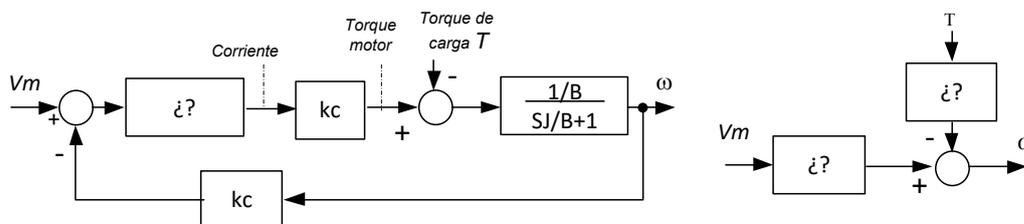

Figura 4: Diagramas de bloques aproximados para el motor
B.1. La Figura 4 corresponde al modelo simplificado del mismo motor, teniendo en cuenta que el polo eléctrico suele ser mucho más rápido que el mecánico, y entonces el primero puede considerarse como un bloque constante frente al segundo. La función de transferencia final del motor (simplificada) resulta de primer orden, con una constante de tiempo algo menor que la del polo mecánico del motor.